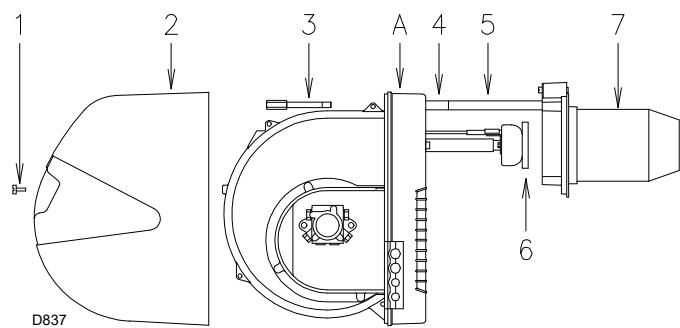

Fig. 30
- Retirer la vis 1) (Fig. 30) et extraire le carter 2).